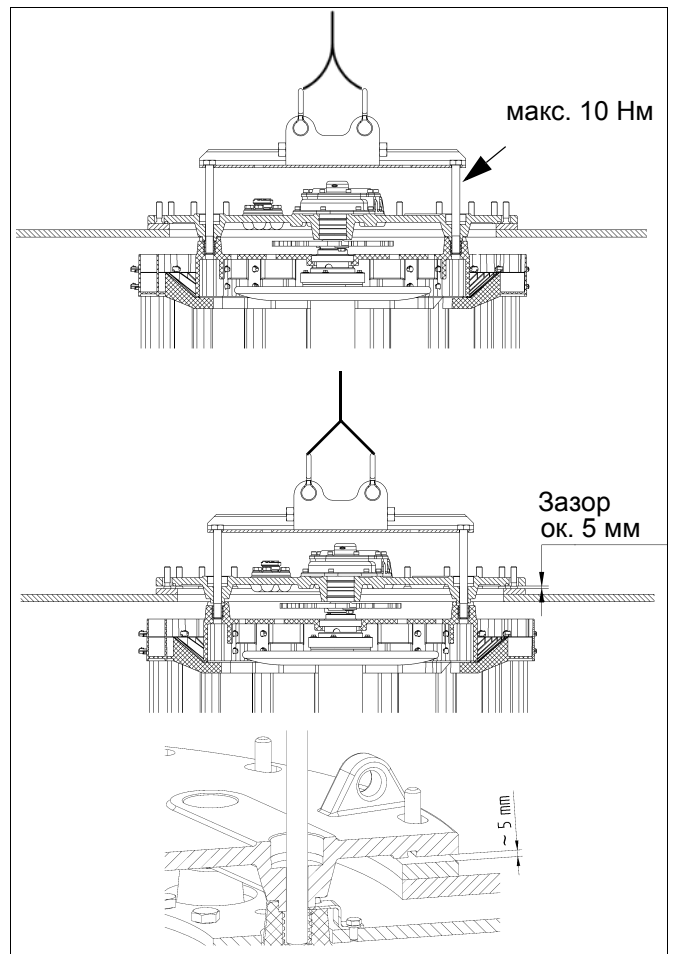

рис. 56
2) С помощью подъемной траверсы поднимите устройство ПБВ таким образом, чтобы между головкой устройства ПБВ и монтажным фланцем оставался зазор ок. 5 мм (рис. 56).